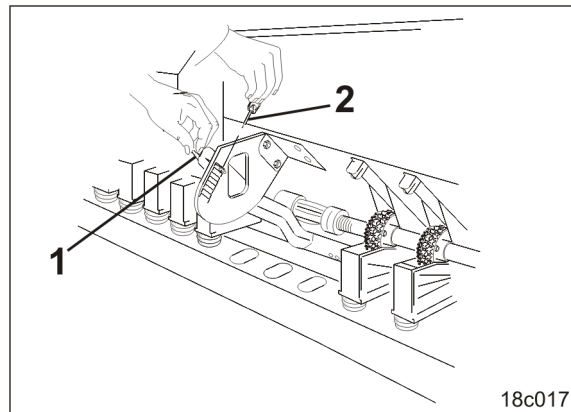

Fig. 144
1. Den Bodenklappenhebel (Fig. 144/1) in der Lochgruppe auf den Tabellenwert (siehe Seite 64) stellen.
2. Den Bodenklappenhebel mit einem Klappstecker (Fig. 144/2) sichern.